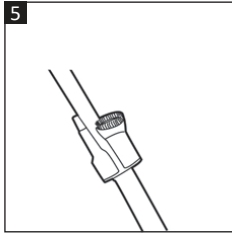

Рис. 5
- Тримач для аксесуарів (3) можна закріпити на телескопічній трубці (20), щоб насадки були під рукою під час прибирання (рис. 5).